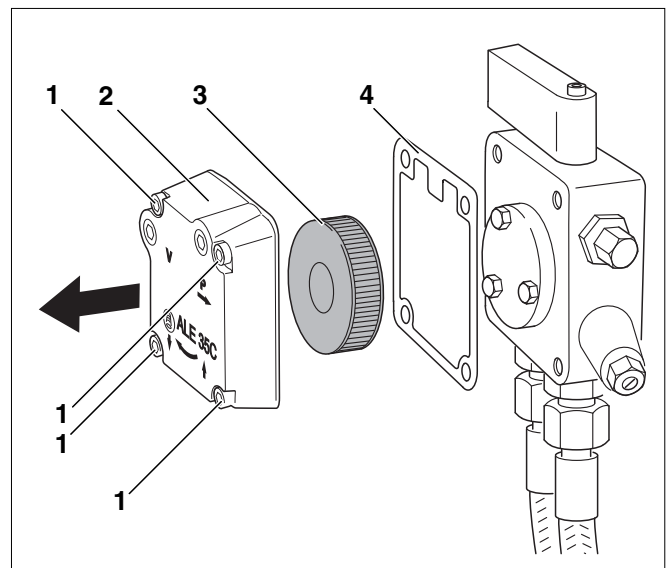

Fig. 40 Comprobación del filtro de la bomba de gasóleo – Bomba de gasóleo de Suntec
- Suelte los cuatro tornillos de cabeza hexagonal (fig. 40, **pos. 1**).
- Retire la tapa de la carcasa (fig. 40, **pos. 2**).
- Extraiga el filtro de la bomba de gasóleo (fig. 40, **pos. 3**).
- Compruebe si la junta (fig. 40, **pos. 4**) está deteriorada y en caso necesario sustitúyala.
- Limpie el filtro de la bomba de gasóleo (fig. 40, **pos. 3**) con gasolina de lavado y, si fuera necesario, sustitúyalo y móntelo de nuevo en la bomba de gasóleo.